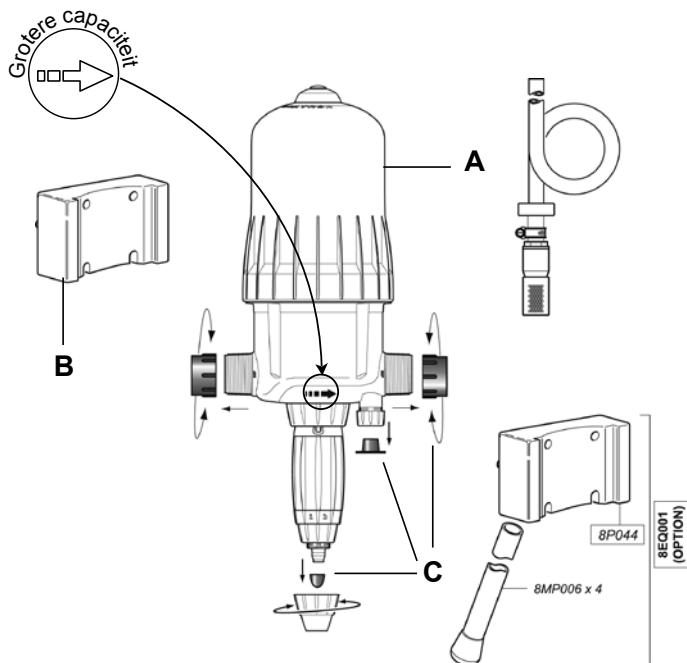

Fig. 1
- Monteer de zwaluwstaarten van de Dosatron (**Fig. 1-A**) op de muursteen (**Fig. 1-B**).
- Bevestig de DOSATRON in de steun door de nokjes (**Fig. 1-C**) op de plasticliem in de gaten van de steun te klikken..